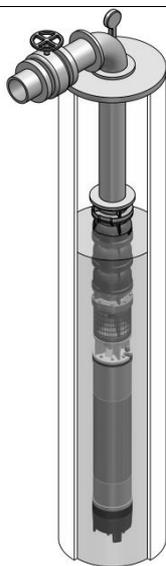

Рисунок 14: Вертикальная конфигурация.
- Вертикальная конфигурация (см. рис. 14).